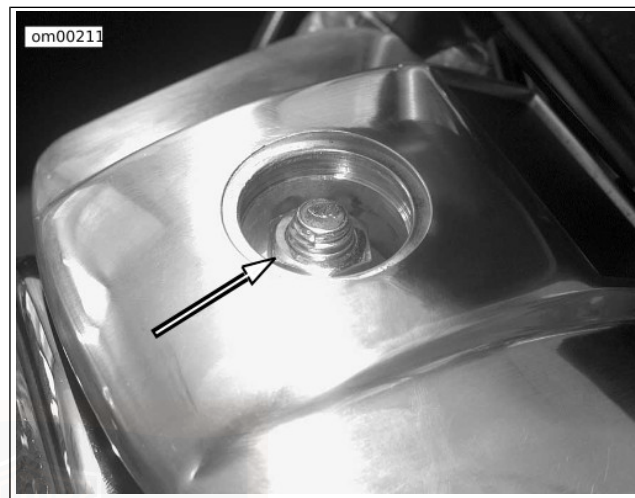

Figure 54. Écrou de serrage de collier du phare : modèles Sportster (modèle XL illustré)
2. Voir Figure 54. Desserrer l'écrou de serrage de collier du phare.